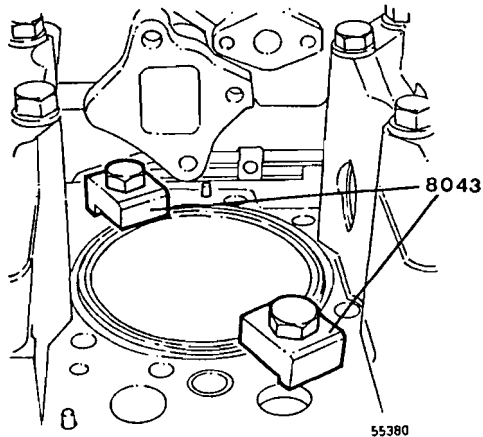

Fig. 59
- 1 Quitar la herramienta 8043 de la culata, véase fig. 59.